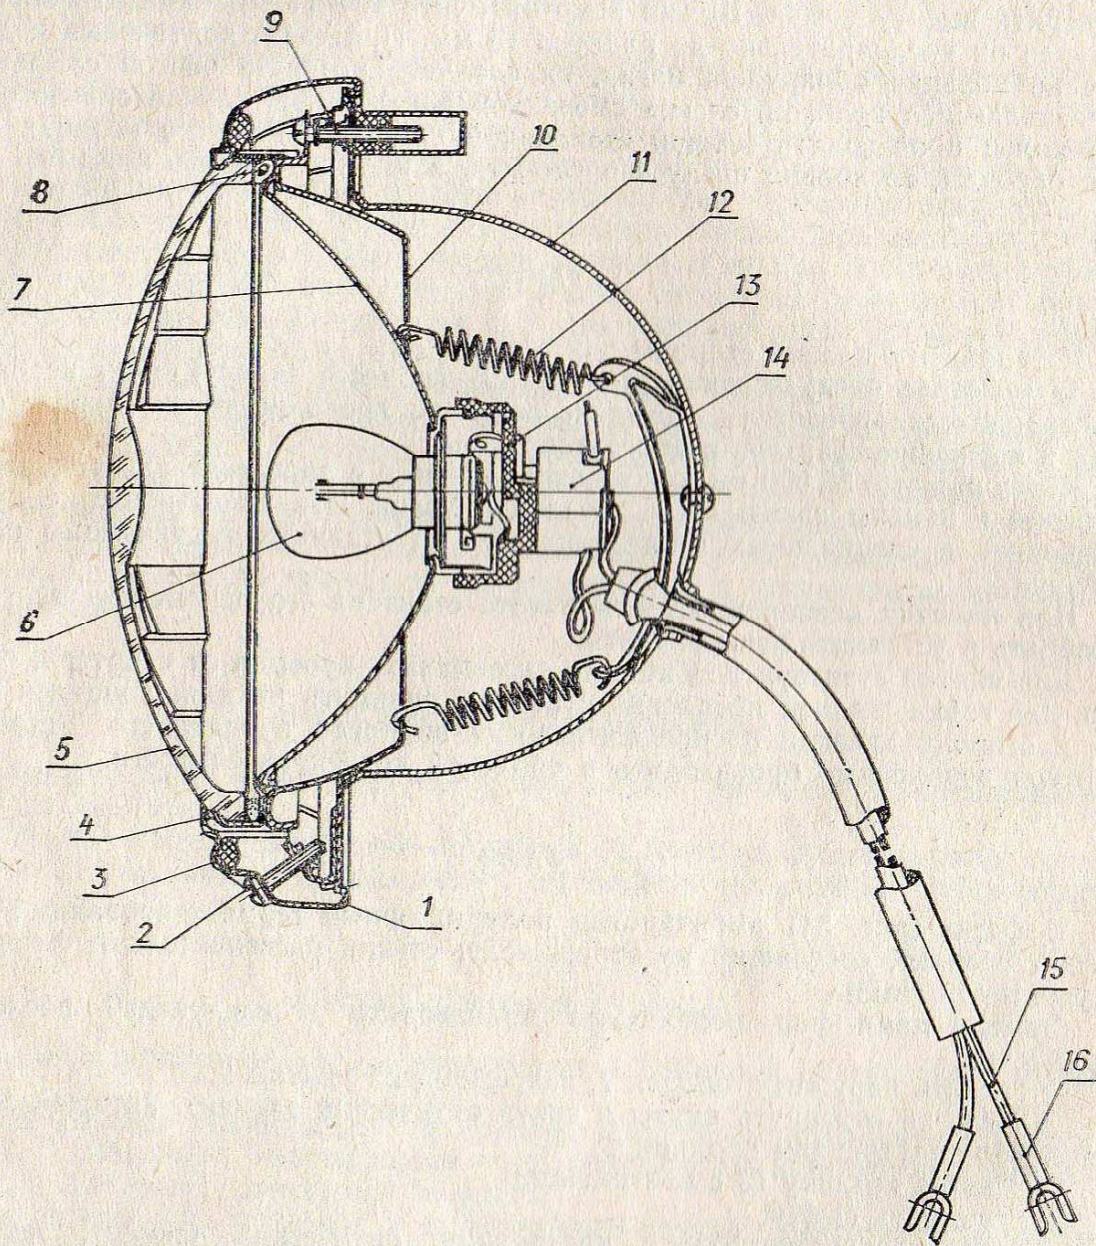
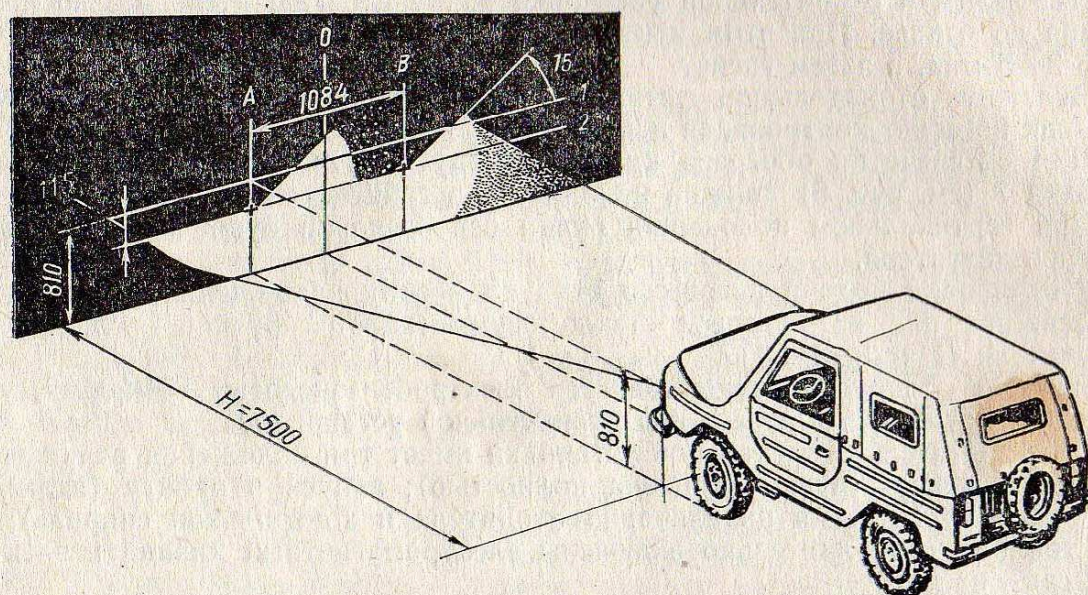

Рис. 34. Фара:
Рис. 35. Регулировка света фар.
В фары (рис. 34) вмонтирован полуразборный герметизированный оптический элемент, состоящий из отражателя, стекла рассеивателя и фланцевой двухнитевой лампы.
1. Поставить снаряженный автомобиль с водителем на ровном месте против экрана, расположенного на расстоянии 7,5 м от автомобиля (рис. 35);
2. Включить ближний свет и вращением двух (на каждой фаре) регулировочных винтов 9 (см. рис. 34), расположенных под углом 90°, установить оптические элементы так, чтобы граница между освещенным и неосвещенным участками проходила по линии 2 (см. рис. 35), а наклонные отрезки выходили из точек пересечения линий А и В с линией 2, отмеченных на рисунке знаком «+». Каждая фара регулируется самостоятельно, причем свет от другой фары не должен освещать экран.